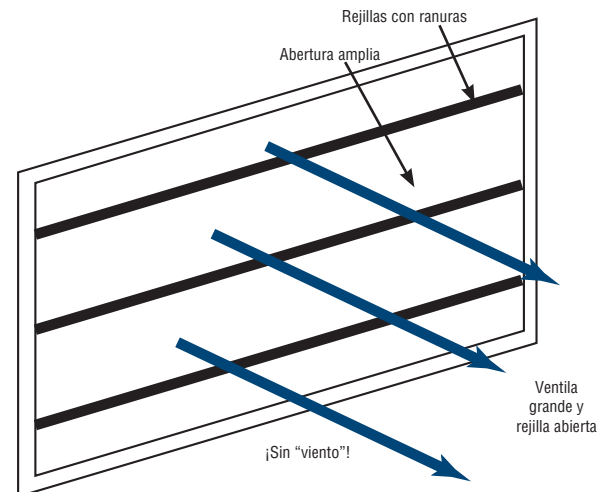

FIGURA 28
- Recuerde que las salas de música necesitan casi el doble de tasa de cambio de aire puro que un aula del mismo tamaño debido a la actividad física que implica tocar música. Como consecuencia, las aberturas de las ventilas deben ser grandes, con rejillas abiertas (figura 28). Trabaje con sus ingenieros de construcción para resolver el problema de las ventilas pequeñas y las rejillas demasiado protegidas.